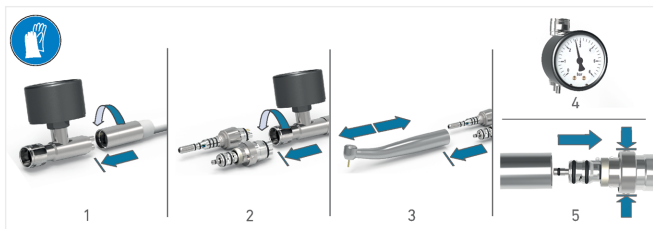

FIG. 4
6. Om de BORA 2 LED los te koppelen van de Unifix-koppeling, houdt u de 2 zijvergrendelingen ingedrukt (FIG. 4 stap 5) en verwijdt u tegelijkertijd de turbine van de koppeling.